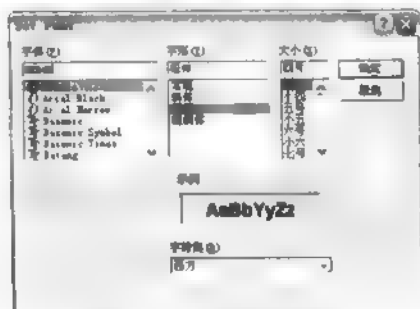

图 2.31 字体设置对话框
- (1) 单击模型说明，使模型说明处于被选状态。
- (2) 选择 **Format | Font** 命令，弹出如图 2.31 所示对话框。